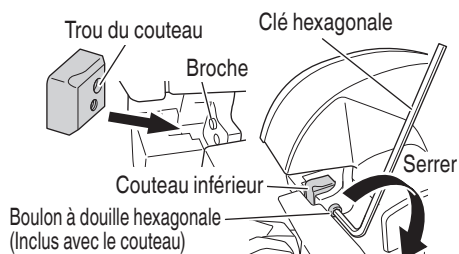

Fig. 39
- (3) Aligner le trou du couteau sur la position de la broche et fixer le couteau. (Fig. 39)